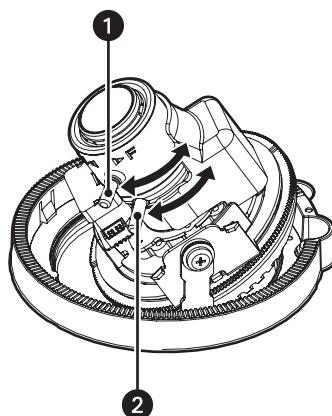

图 14. 调整聚焦和变焦
1. 松开变焦把手, 将把手在 TELE 和 WIDE 之间移动以获得合适的视角。(请参见图 14)